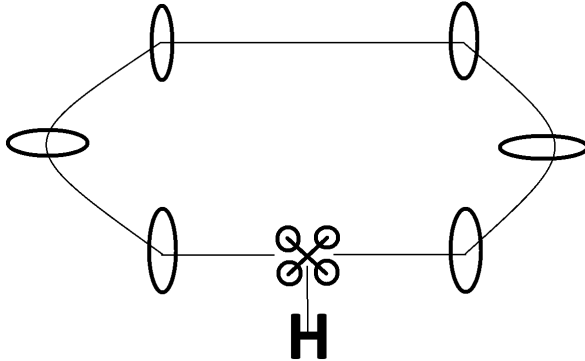

Рис. 23 Полёт по периметру
2. Летная подготовка: взлёт, плавный полет по периметру зоны полётов, пролетая через специальные кольца (рис. 23), и посадка, периодически меняя ориентацию в пространстве: полет по периметру двигая носовой частью вперед, далее левым бортом вперед, правым бортом вперед, хвостовой частью вперед.